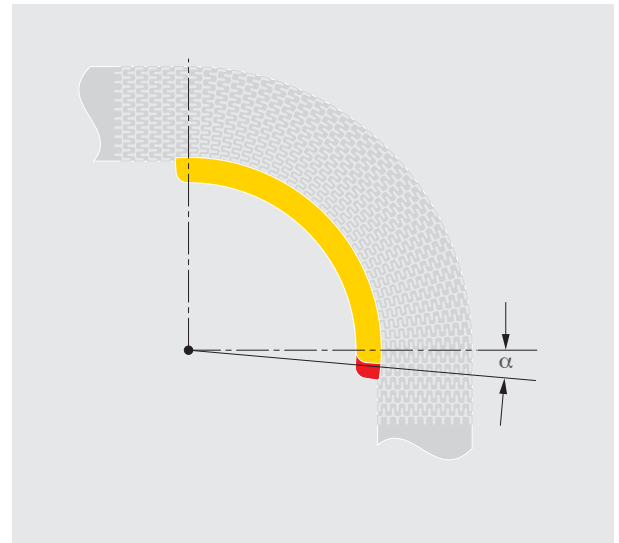

Abbildung 4.2.1
- Winkelfehler  $\alpha$  zur Kurvenstrecke  $\leq 1^\circ$  (Abbildung 4.2.1)